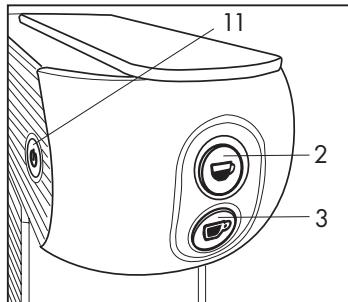

Abb. 11
- Stellen Sie sicher, dass keine Kapsel eingesetzt wurde und schalten Sie das Gerät über den Hauptschalter (11) ein.
- Schließen Sie die Halterung (10) für die kleine Tasse und stellen Sie eine große Tasse unter die Abgabedüse (4)
Große Tasse: Drücken Sie die Taste (3) und halten Sie sie gedrückt. Das Wasser beginnt heraus zu fließen. Wenn die gewünschte Wassermenge abgegeben worden ist, die Taste (3) wieder loslassen. Die Wasserabgabe wird dadurch gestoppt und die Wassermenge wird gespeichert. (**Abb. 11**)
Kleine Tasse: Drücken Sie die Taste (2) und halten Sie sie gedrückt. Das Wasser beginnt heraus zu fließen. Wenn die gewünschte Wassermenge abgegeben worden ist, die Taste (2) wieder loslassen. Die Wasserabgabe wird dadurch gestoppt und die Wassermenge wird gespeichert. (**Abb. 11**)